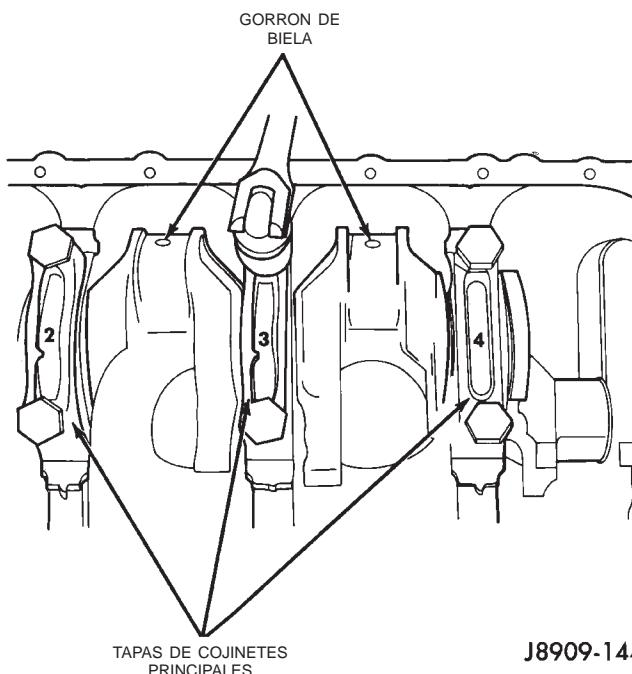

Fig. 46 Desmontaje de tapas de cojinetes principales y encastres inferiores
- (1) Desconecte el cable negativo de la batería.
- (2) Retire las bujías.
- (3) Eleve el vehículo.
(4) Retire el colector de aceite y la bomba de aceite.
(5) Retire sólo una tapa de cojinete y un encastre inferior cada vez (Fig. 46).